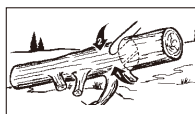

Fig. 13B
2. Stamme stttet i 1. ende: Sag først fra bunnen 1/3 diameter av stammen for å unngå flising. Sag deretter ovenfra for å møte første skår og unngå flising (Fig. 13B).